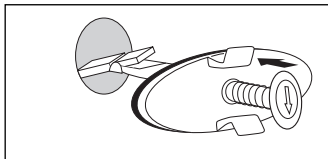

Fig. 2
- Introduceți-l în preaplin. Imediat ce maneta atinge peretele din spate, se îndreaptă (fig. 2).